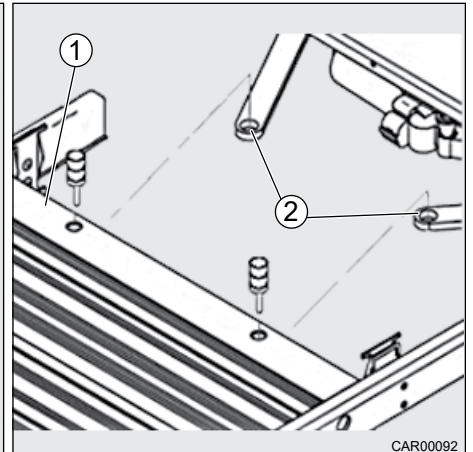

Fig. 191 Déverrouillage de secours
2. Desserrer la marche (Fig. 191, pos. 1) des tiges d'entraînement (Fig. 191, pos. 2) (boulon en plastique).